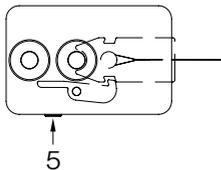

Abb. 15: Entriegeln der Zugbänder
- » Sollte die Vorspannung nach dem Einhängen zu groß oder zu niedrig sein, muss das Zugband ausgehägt werden (siehe Abb. 15). Anschließend eine Umwicklung mehr oder weniger auf die Gurtscheibe geben.
- » Zum Entriegeln der Zugbänder die Anlage ca. 50 cm ausfahren. Anschließend entfernen Sie die kleinen Stopfen (5 – Abb. 15) aus den Seitenkappen. Stecken Sie einen Schraubenzieher in die untere Öffnung der Laufwagen und drücken diesen nach oben. **Achtung:** Beim Entriegeln das Zugband festhalten. Zugbänder stehen unter Spannung